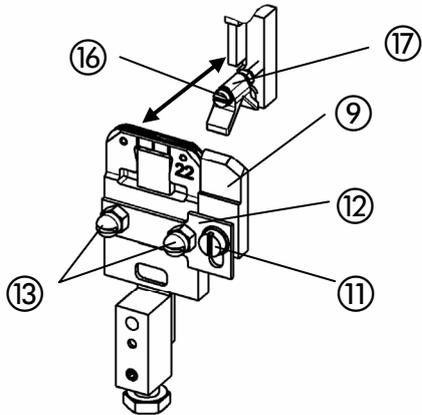

Abb. 19a
- Abb. 19a -
- Reiter ⑨ mit Halteblech ⑫ mittels Muttern bzw. Schrauben ⑬ am Klinscherkasten befestigen.
- Klemmschraube ⑪ lösen.
- Reiter ⑨ im Langloch verschieben - die Höhe des Reiterprismas ⑨ auf ca. 0,5 mm oberhalb des Klinscherkastens einstellen.
- Klemmschraube ⑪ festziehen.